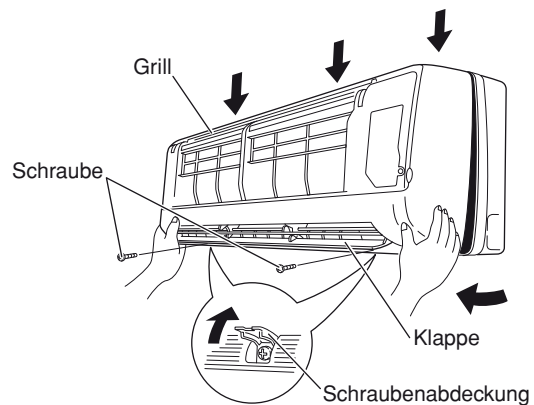

Abb. 17-1
- (2) Ebenso die 2 Schrauben losdrehen, welche keine Abdeckkappen aufweisen. Den vorderen Deckel an beiden Seiten anfassen und leicht gegen sich ziehen (Abb. 17-1).
- (3) Drücken Sie die 3 Laschen an der Oberseite des Grills hinein, um sie zu lösen (Abb. 17-1).
- (4) Ziehen Sie den Grill nun zu sich heraus, um ihn zu entfernen (Abb. 17-1).